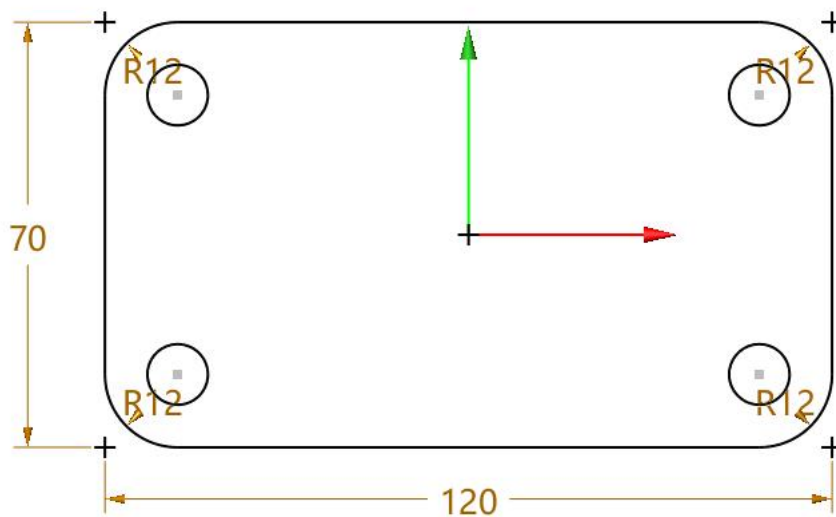

图 7-2 底座草图
1、绘制长 120mm、宽 70mm、高 16mm 的底座。在 XY 平面绘制草图长 120mm、宽 70mm、圆角半径 12mm 的长方形，如图 7-2 所示。